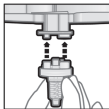

Fig. 2
3. Sett en av de vedlagte Dynamix Mixing Tips over utgangsåpningene på sylinderampullen. (fig. 2)